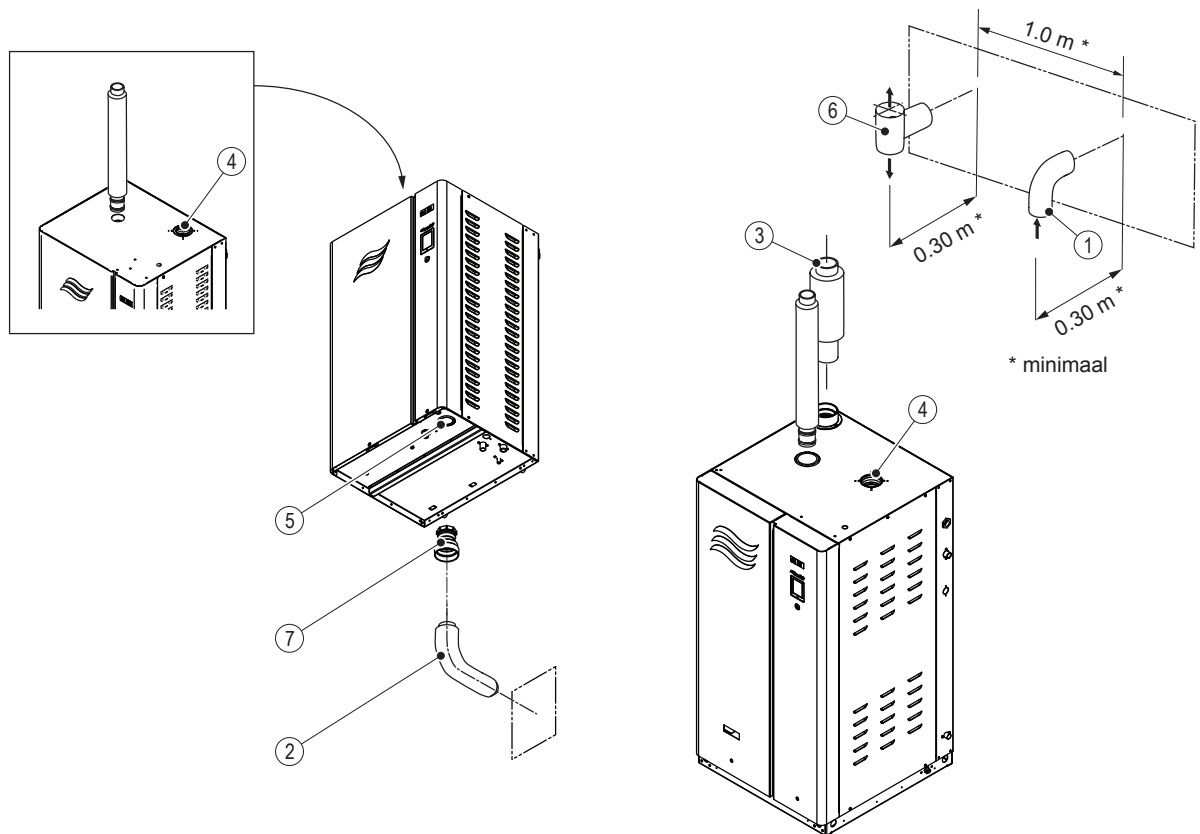

Fig. 15: Aansluiting gesloten verbrandingsinstallatie (compact links afgebeeld)
Opmerking: Condair vereist de installatie van een bocht (voorzien van een rooster) op de luchttoevoer op alle GS 65-260 (grote) apparaten om te voorkomen dat vuil in de verbrandingskamer worden gezogen. Dicht de aansluiting af met siliconenkit. Houd het gebied rond de luchttoevoer vrij van alle obstakels. Zie Fig. 15 op pagina 39. Zie Tabel 10 op pagina 39 voor de buitendiameter van de bocht.
- Aan de buitenzijde van de luchttoevoerdoorvoer moet een bocht worden geïnstalleerd, met de bocht naar beneden gericht – zie Fig. 15 op pagina 39. De plaats en de afstand tussen de doorvoer van de luchttoevoer en rookgasafvoer moeten voldoen aan alle lokale en nationale voorschriften, met een minimale afstand van 1 m tussen deze.